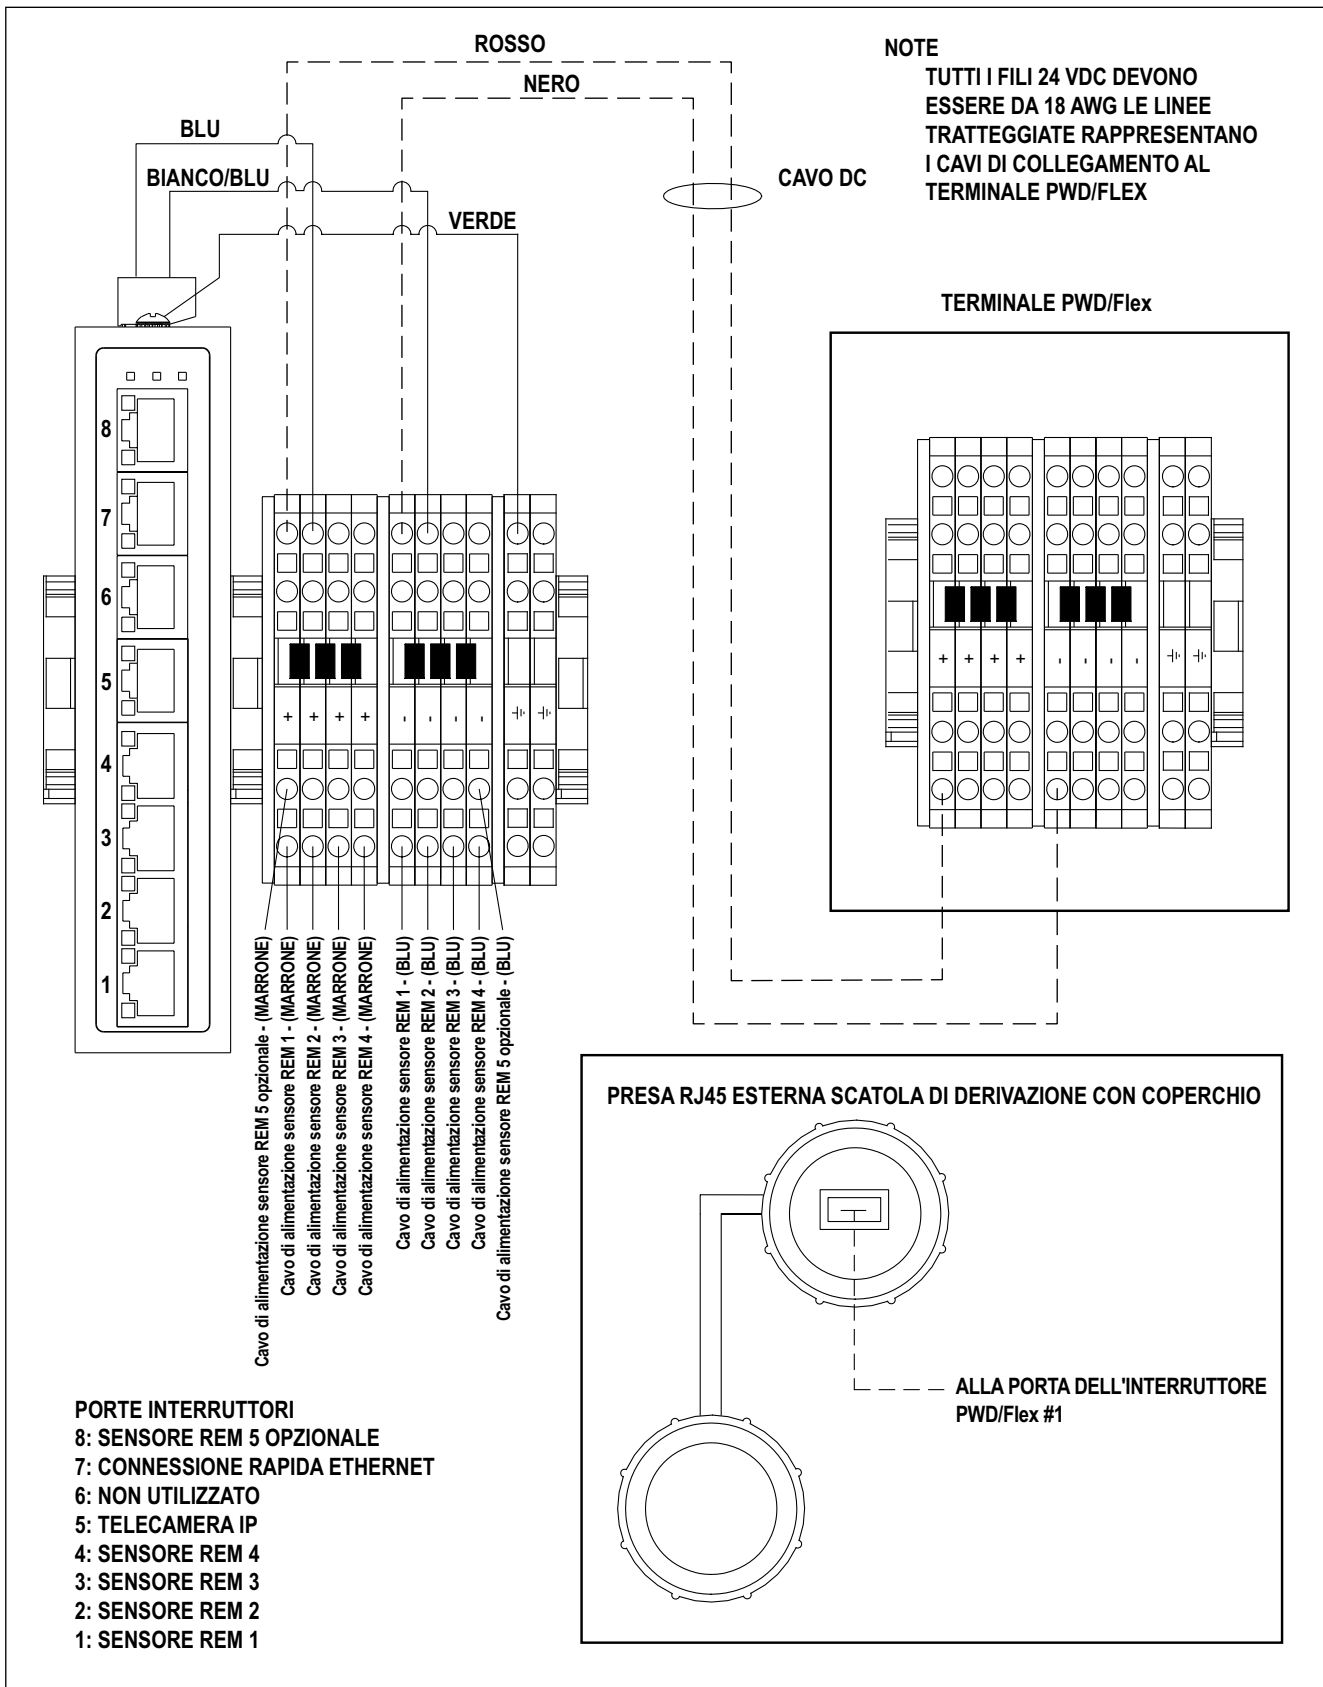

Figura 5-4. Cablaggio della scatola di derivazione
7. Collegare i cavi Ethernet del sensore IFM remoto (verdi) alle porte Ethernet della scatola di derivazione (Figura 5-4 a pagina 27).
9. Collegare i cavi di alimentazione del sensore IFM remoto alla morsettieria della scatola di derivazione (Figura 5-4 a pagina 27).
3. Collegare la scatola di derivazione come illustrato nella Figura 5-4 a pagina 27.